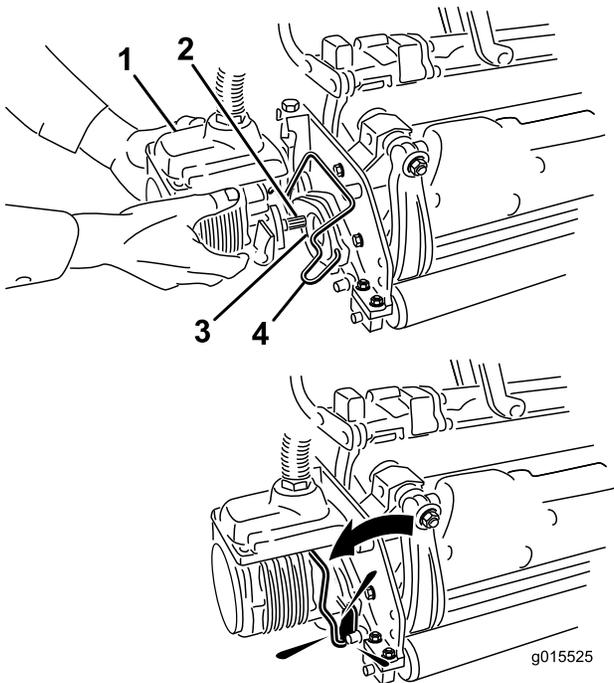

図 38
6. カッティングユニット用モータのスプライン・シャフトにきれいなグリスを塗りつける（図 38）。
7. モータを、カッティングユニットの左側（運転席から見て）に取り付け、カッティングユニットについているモータ固定バーを、モータの上から被せるようにセットし、モータの左右から「カチッ」というロック音が聞こえるまで押し下げる（図 38）。